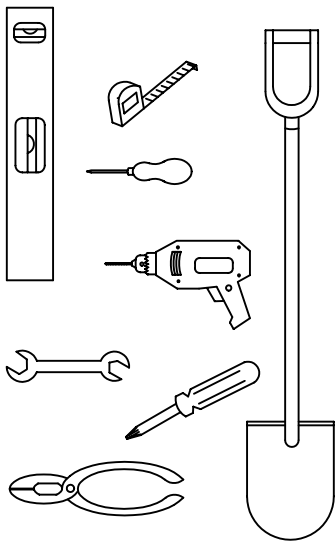

FIG. 1
- 1. WEATHER WARNING ! DO NOT ERECT YOUR BUILDING ON A WINDY DAY. ANY BUILDING LEFT PARTIALLY CONSTRUCTED MAY BE SERIOUSLY DAMAGED (FIG.1).**
- 3. ALL ASSEMBLY OPERATIONS MUST TAKE PLACE ON A COMPLETELY LEVEL SURFACE (FIG. 1)**
- 1. TEMPÊTE DE VENT: NE JAMAIS MONTER VOTRE ABRI PAR GRAND VENT. NE PAS LAISSER UN ABRI PARTIELLEMENT MONTÉ, LES PIÈCES POUVANT ÊTRE ENDOMMAGÉES (FIG. 1).**
- 3. TOUTES LES OPÉRATIONS DE MONTAGE DOIVENT ÊTRE RÉALISÉES SUR UNE SURFACE PLANE (fig 1).**
- 1. AVISO DE TEMPESTADE! NÃO PROCEDA À MONTAGEM DO SEU ABRIGO NUM DIA VENTOSO. QUALQUER ABRIGO DEIXADO PARCIALMENTE MONTADO PODE FICAR SERIAMENTE DANIFICADO (FIG. 1).**
- 3. TODAS AS OPERAÇÕES DE MONTAGEM DEVEM SER EFECTUADAS NUMA SUPERFÍCIE COMPLETAMENTE NIVELADA (FIG. 1).**
1. PRESTE ATENCIÓN A LA METEOROLOGÍA. NO INTENTE LEVANTAR EL EDIFICIO EN UN DÍA DE VIENTO. CUALQUIER COMPONENTE QUE QUEDE A MEDIO MONTAR PUEDE SUFRIR DAÑOS IMPORTANTES. (FIG. 1).
3. TODAS LAS OPERACIONES DE MONTAJE DEBEN DE REALIZARSE SOBRE UNA SUPERFICIE TOTALMENTE PLANA Y AL MISMO NIVEL. (FIG. 1)